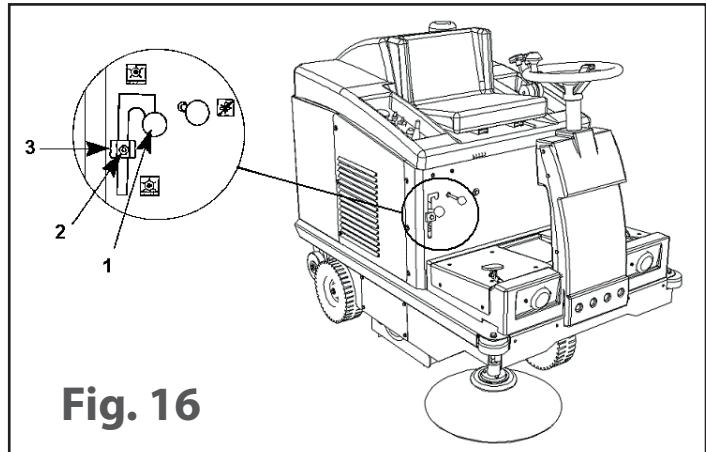

Fig. 16
- Posizionare la leva **Part. 1 Fig. 16** in posizione tale che la spazzola centrale sia alzata.
- Allentare la vite **Part. 2 Fig. 16**.
- Abbassare il registro **Part. 3 Fig. 16** di 3/4 mm o della misura desiderata.
- Bloccare il registro stringendo la vite **Part. 2 Fig. 16**.
- Posizionare la leva **Part. 1 Fig. 16** sopra il registro **Part. 3 Fig. 16**.
- È possibile registrare la spazzola centrale fino a quando il registro **Part. 3 Fig. 16** arriva a fine corsa; a questo punto la spazzola va sostituita.